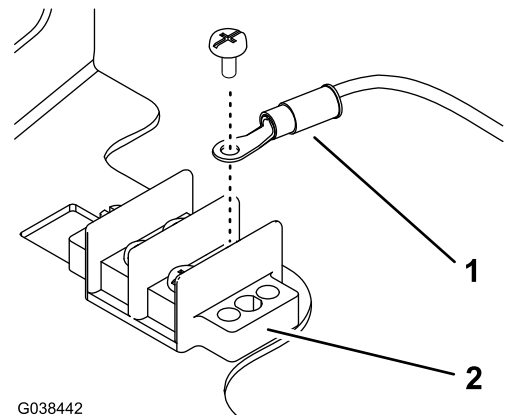

Figura 12
2. Monte el terminal de anillo del arnés de cables al bloque de terminales a tierra (Figura 12).